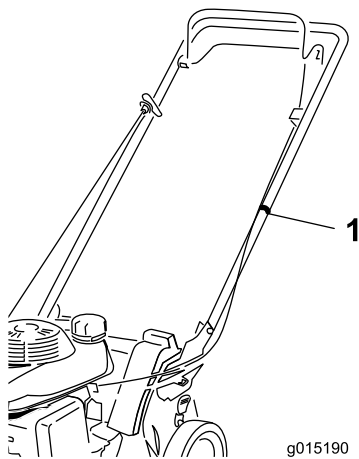

Figura 8
- Sujete el cable al manillar (Figura 8) usando el sujetacables de la bolsa de piezas sueltas.